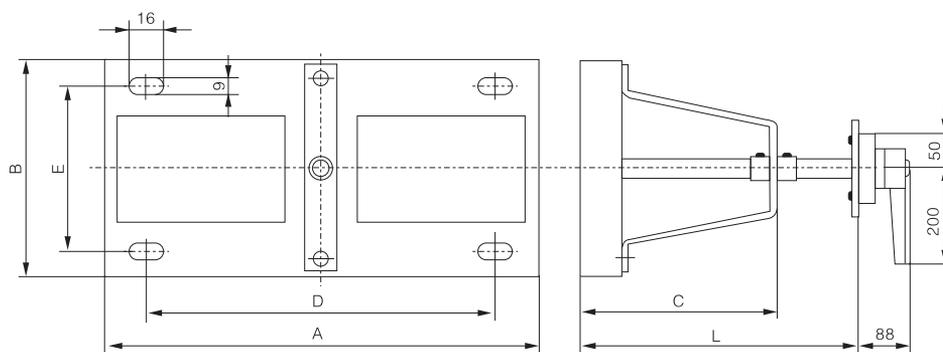

图15
- CFH15-□/□□□S隔离开关外形尺寸及安装尺寸见图15和表10